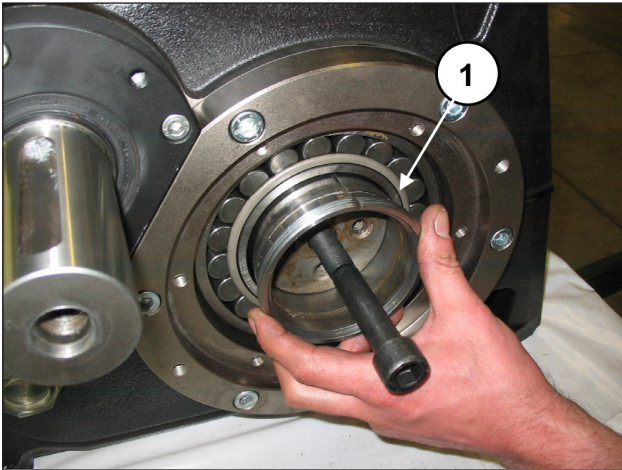

Fig. 75
Insérer une partie des deux douilles de pression tout en soulevant le vilebrequin à l'aide de l'axe M16 préalablement monté (rep. ①, Fig. 75).